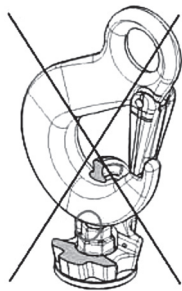

Figura 3
- Il dispositivo di sollevamento collegato (ad es. gancio) deve potersi muovere liberamente nell'anello (vedere figura 3).